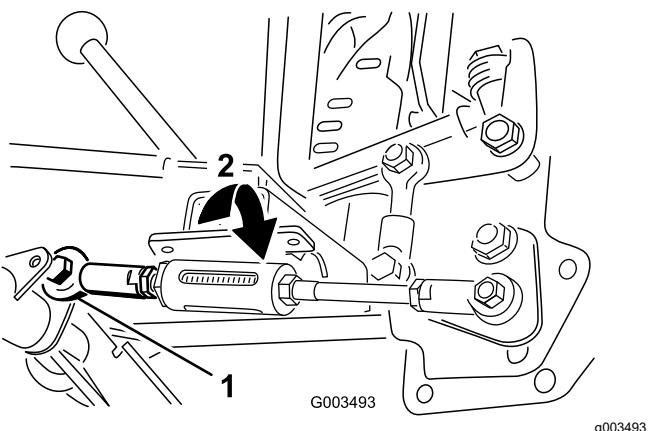

Рисунок 20
- Затягивайте контргайки, которые крепят пружинную тягу, пока наружу не будут выступать 6 – 13 мм резьбы, что свидетельствует о приложении натяжения к пружине (Рисунок 20).